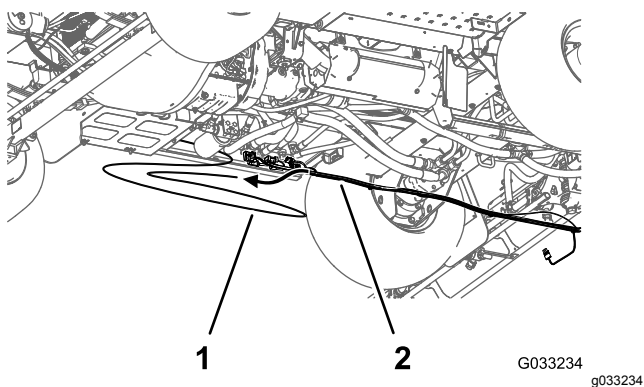

図 53
4. 車両の後部ワイヤハーネスから、ダッシュボードの水圧計用の水圧検知チューブを抜き出す 図 53。